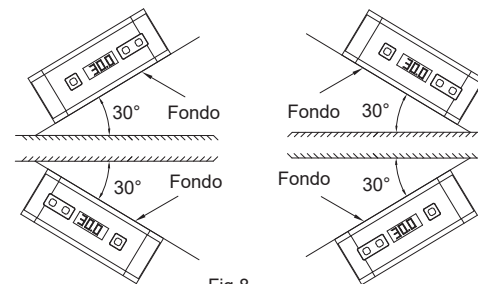

Fig.8
7. Lo strumento può essere utilizzato in 4 orientamenti diversi; il display si capovolge quando la parte inferiore è rivolta verso l'alto (Fig. 8).